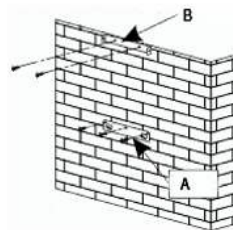

рис. 3
- С помощью крепления для подвешивания купола отметьте на стене 3 отверстия, которые необходимо просверлить, рассчитав и отмерив соответствующее расстояние (см. А рис. 3).
- Прикрутите крепление для подвешивания купола и убедитесь, что оно расположено правильно (см. А рис. 3).
- Просчитайте конечную высоту и установите скобу U-образной формы для крепления короба (см. В рис. 3).
- Просверлите 2 отверстия диаметром 8 мм и присоедините соединительный фланец воздуховода. Следите, чтобы он находился точно на оси купола (см. В рис. 3)